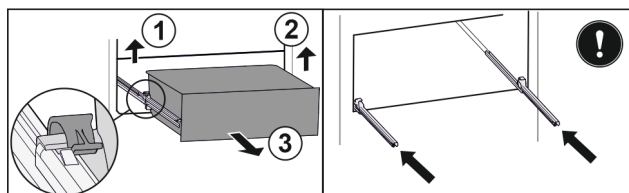

Fig. 147
- Zvedněte levou svorku a současně vytáhněte zásuvku vlevo dopředu. Fig. 147 (1)
- Zvedněte pravou svorku a současně vytáhněte zásuvku vpravo dopředu. Fig. 147 (2)
- Vyjměte zásuvku dopředu. Fig. 147 (3)